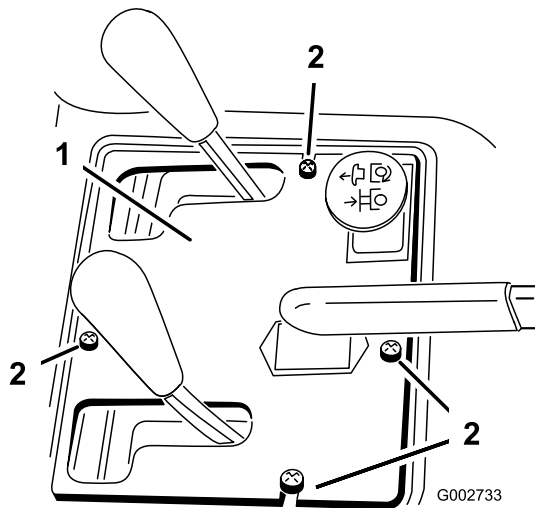

Figura 39
2. Togliete le quattro viti che fissano la plancia al telaio (Figura 39).